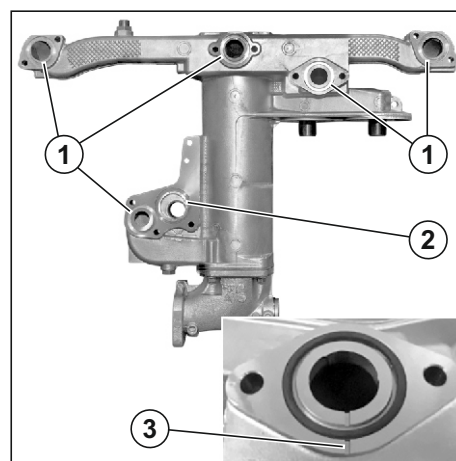

**Рис. 140.** Установка проставки электронного блока управления.
1. Установить проставку ЭБУ на блок, вернуть болты крепления **(1)** М8х1,25-20 и **(2)** М8х1,25-25, затянуть моментом  $M_{кр} = 20 \pm 4$  Нм (см. **Рис. 140**).